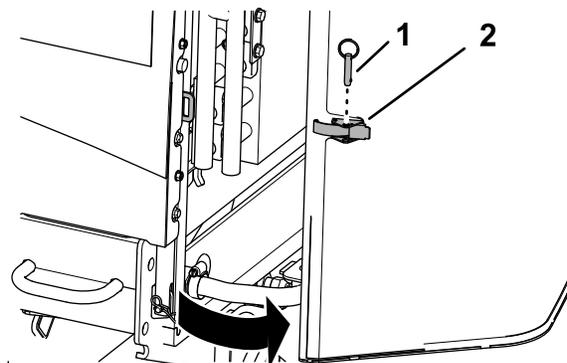

Figura 62
1. Retire o pino esférico do trinco do filtro (Figura 62).